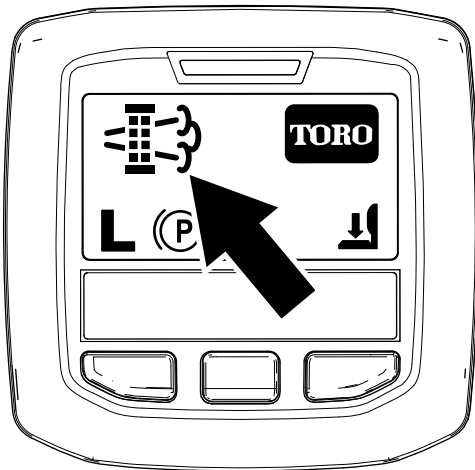

Figura 42
- Quando o computador do motor pede uma regeneração em estacionamento ou uma regeneração de recuperação, o ícone de pedido de regeneração (Figura 42) surge no InfoCenter.